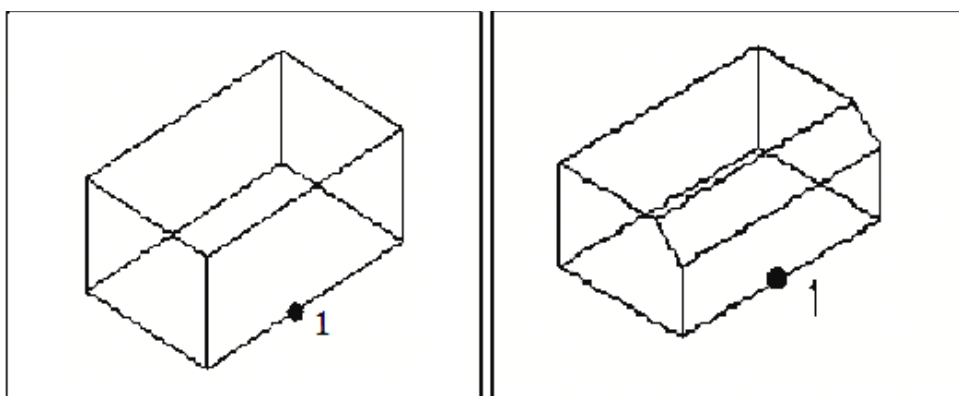

Рисунок 27 - К заданию 3.2.4
3.2.4 Создать трехмерный объект и снять фаску с ребра 1 (рисунок 27).